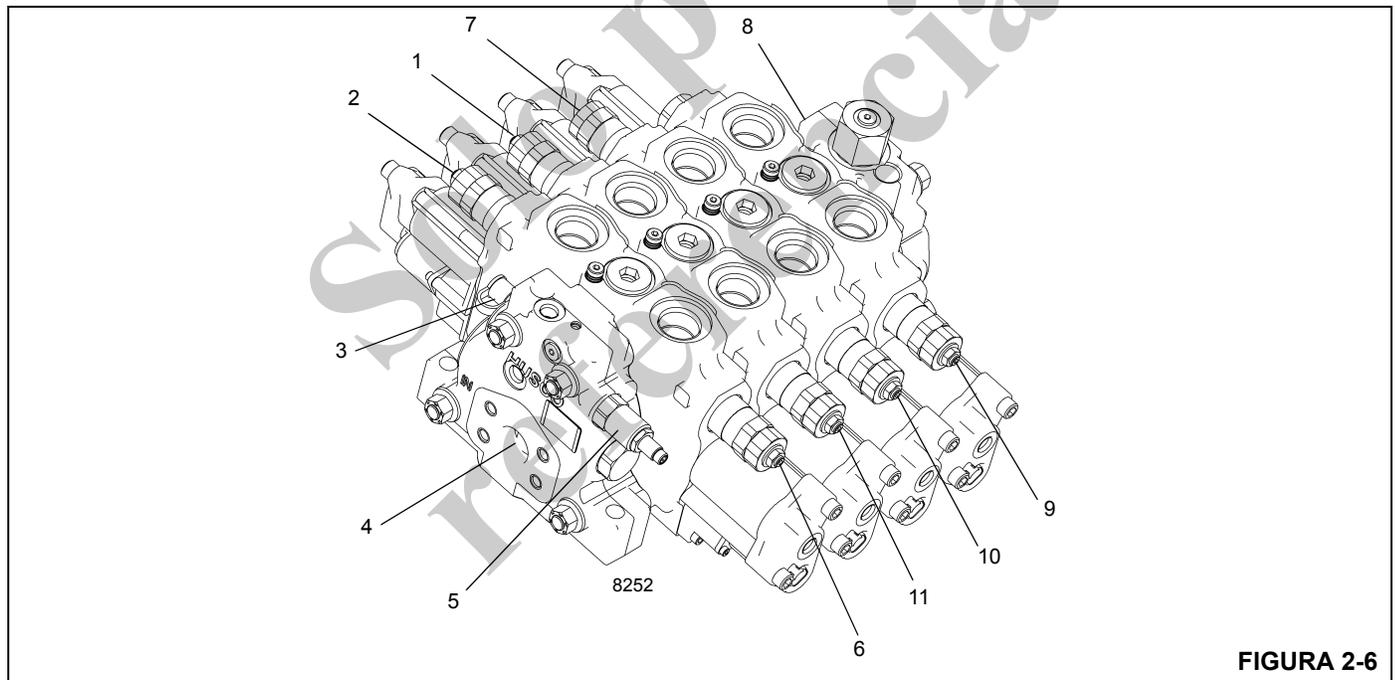

FIGURA 2-6
1. Instale el acoplador de desconexión rápida para diagnóstico con manómetro en la boquilla de prueba en la lumbrera para manómetros de la entrada de la válvula de control de sentido principal Figura 2-6.
4. Instale el acoplador de conexión rápida para diagnóstico con manómetro en la boquilla de prueba en la lumbrera de prueba de alivio de detección de carga de la válvula de control de sentido principal Figura 2-6.
1. Instale el acoplador de desconexión rápida para diagnóstico con manómetro en la boquilla de la lumbrera de prueba de suministro piloto Figura 2-6.